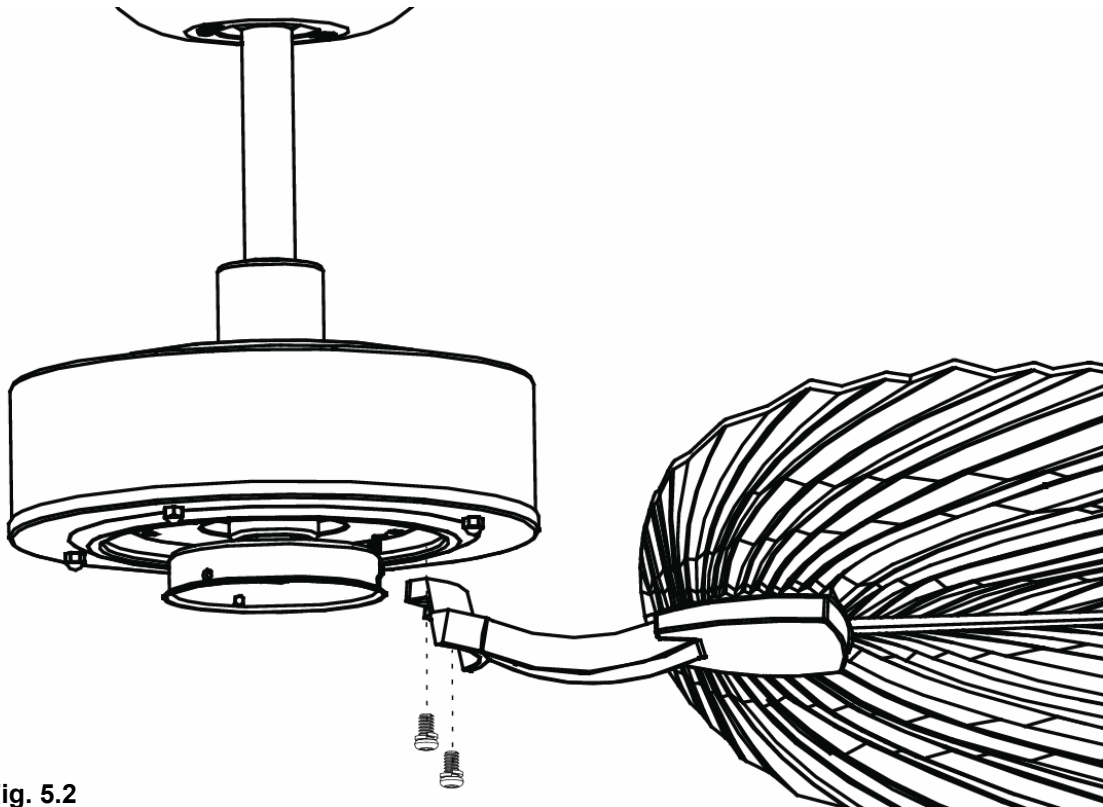

Fig. 5.2
2. Installez la pale montée sur la partie principale du ventilateur avec les 2 jeux de vis et de rondelles élastiques. (Fig. 5.2)